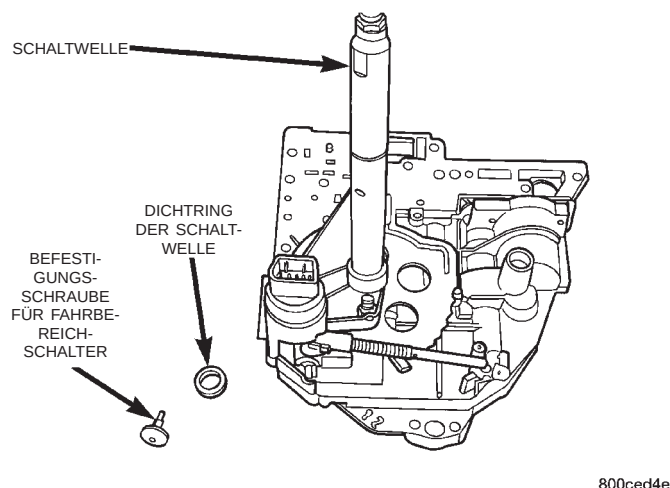

Abb. 27 Dichttring der Schaltwelle ausbauen
(13) Dichtring der Schaltwelle ausbauen (Abb. 27).